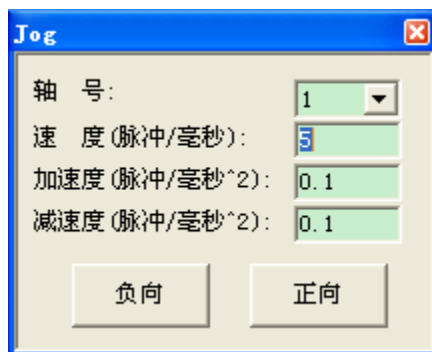

图 4-14 Jog 模块界面
- (1) 首先请确认控制器与端子板、端子板与驱动器之间已正确可靠连接（注意：68pin 屏蔽电缆 DB 头上的插针较细，连接时注意对准，防止插针顶弯导致端子板和主卡通讯出错）。
- (2) 启动 MCT2008。确认计算机与控制器之间通讯正常。
- (3) 按照上面脉冲模式的设置，无效掉限位和驱动报警，写入控制器，然后查看轴状态，确认轴不存在如报警、限位等异常状态。
- (4) 点击轴状态面板上的“伺服使能”，使能该轴。
- (5) 单击“视图”->“JOG”菜单项调出 Jog 面板，在“轴号”下拉框中选择控制轴。如图 4-14 所示。